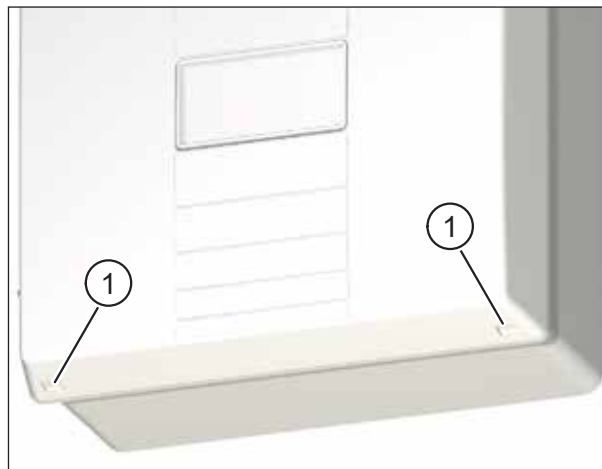

Fig. 22 : Démontez le couvercle de l'appareil d'aération
- ▶ Appuyez, en vous aidant des deux pouces, sur les deux crochets encliquetables (pos. 1 dans Fig. 22) sur la face inférieure de l'appareil d'aération. Le couvercle de l'appareil s'enlève.